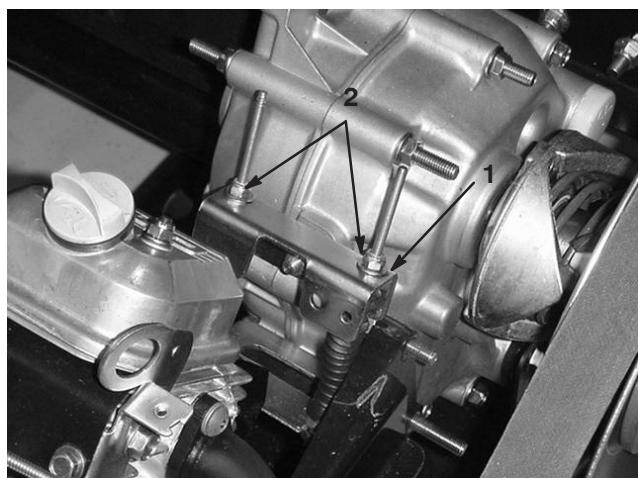

Bild 25
Wenn Sie regelmäßige Wartungsarbeiten und/oder eine Motordiagnostik durchführen, müssen Sie die Antriebsachse zunächst in den Leerlauf schalten (Bild 25). Der Schalthebel weist eine Leerlaufstellung auf, die den Leerlauf der Antriebsachse bestimmt. Treffen Sie die folgenden Maßnahmen, um sicherzustellen, dass der Schalthebel in der Leerlaufstellung die Antriebsachse auch richtig auf Leerlauf schaltet:
2. Achten Sie darauf, dass die Leerlaufhalterung in der Leerlauf-Stellung (Hebel) ist. Drehen Sie hiefür die Antriebskupplung (Bild 25). Das Fahrzeug sollte nicht vorwärts- oder rückwärtsrollen. Wenn sich das Fahrzeug bewegen lässt, schieben Sie die Leerlaufhalterung in die Leerlauf-Stellung.
3. Ziehen Sie eine der Sicherungsmuttern (Bild 25) nur so weit fest, dass das Spiel aus dem Schaltzug entfernt wird.